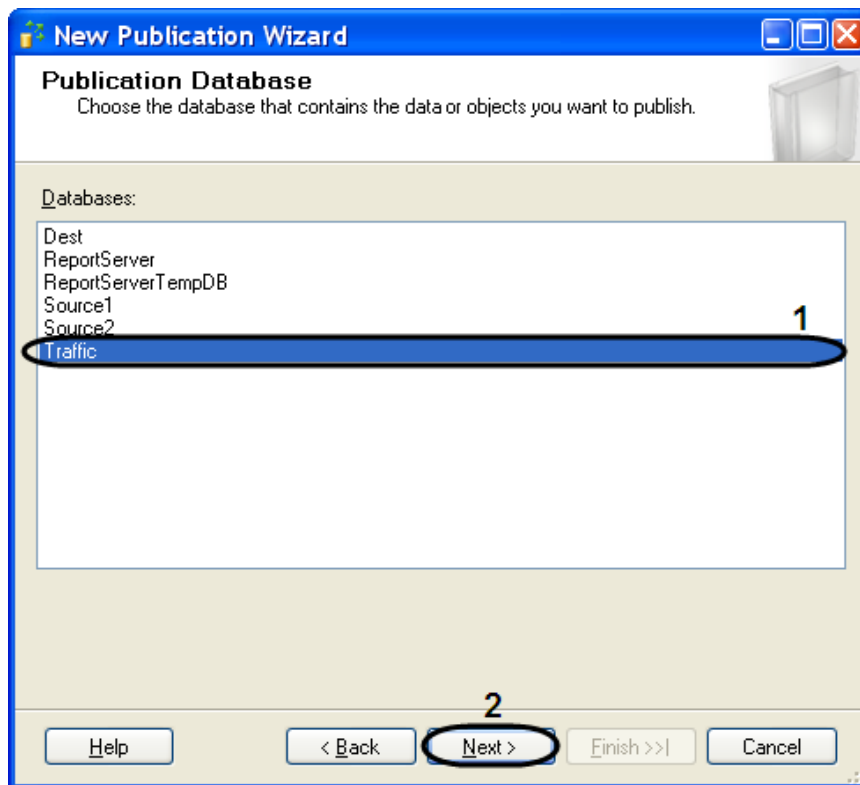

Рис. 11.3—4. Выбор базы данных
- 10.2. Для продолжения нажать кнопку «Next >»(Рис. 11.3—4, 2).
- 10.3. Выбрать значение типа создаваемой публикации из списка «Publication Type» - «Transactional publication» (Рис. 11.3—5, 1).